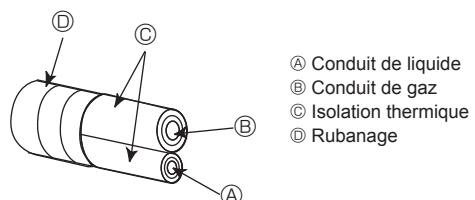
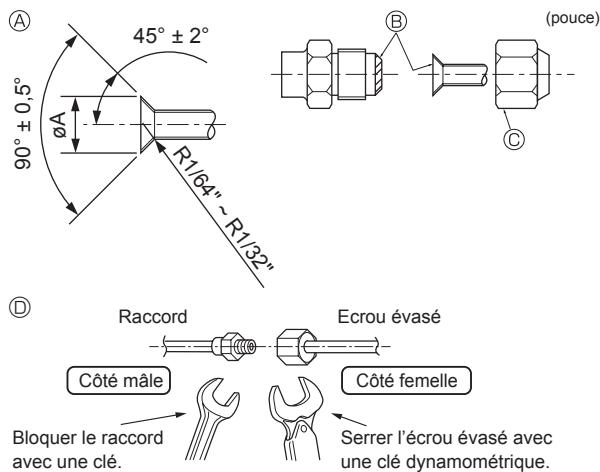

Fig. 4-5
Fig. 4-6
4.3. Connexion des tuyaux (Fig. 4-5) (Fig. 4-6)
[Fig. 4-6]